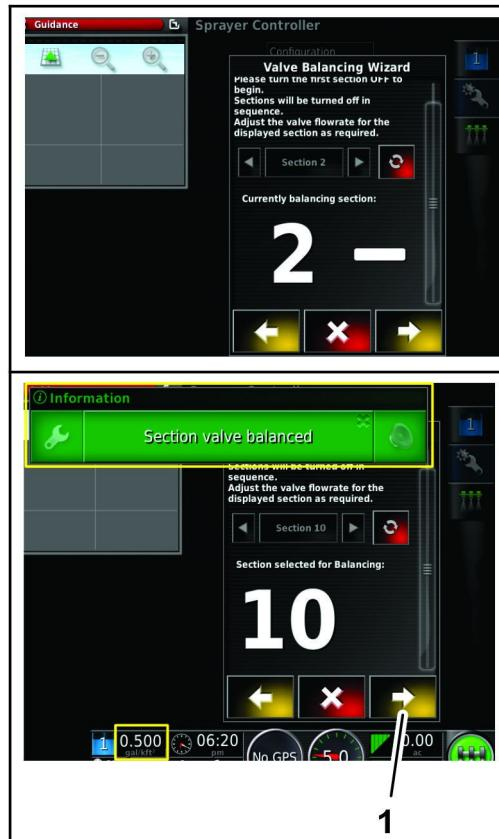

Bild 59
6. Wiederholen Sie die Schritte 4 und 5 für die Abschnittventile 2 bis 10 (Bild 59).
7. Wählen Sie nach dem Ausgleich aller Ventile das Weiter-Symbol (Bild 59).